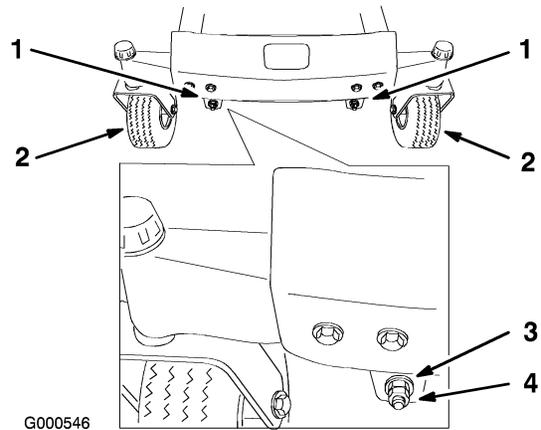

Figure 48
11. Pour régler l'inclinaison avant/arrière des lames, retirez les contre-écrous et tournez les écrous de réglage à l'avant du plateau de coupe (Figure 48).
13. Après avoir réglé uniformément les écrous, contrôlez de nouveau l'inclinaison avant/arrière. Poursuivez le réglage des écrous jusqu'à ce que la pointe avant de lame soit de 1,6 à 7,9 mm (1/16 à 5/16 pouce) plus bas que la pointe arrière (Figure 48).
Remarque: Après avoir réglé les écrous de réglage, vérifiez qu'aucune des tiges de support ne présente de jeu (Figure 49). Serrez l'une ou l'autre pour supprimer le jeu (Figure 48).